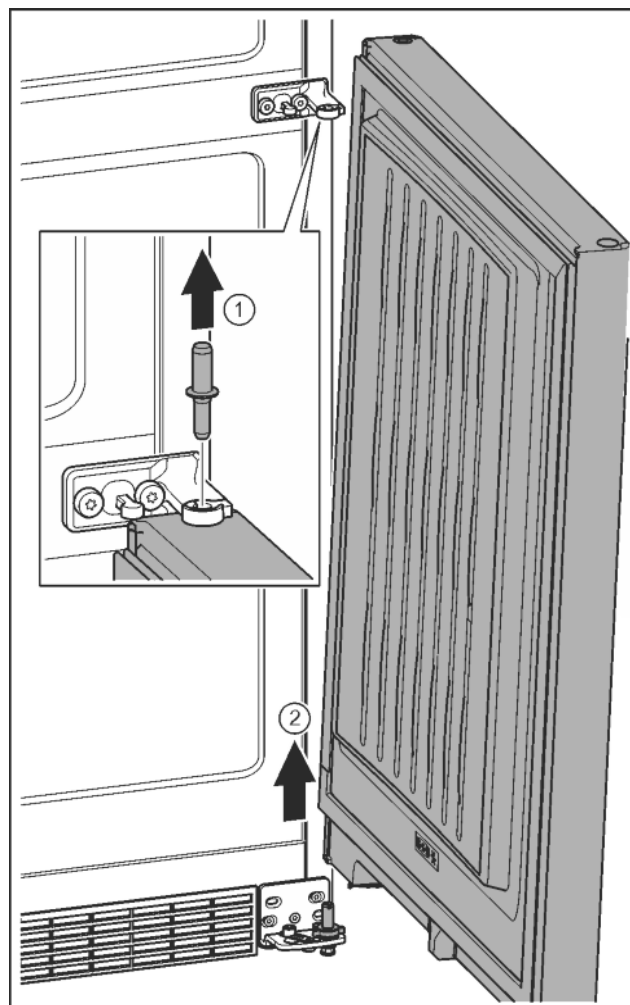

Fig. 11
- ▶ Sworznie wyjąć w górę. Fig. 11 (1)
- ▶ Drzwi wyjąć pociągając w górę, a następnie odstawić z boku. Fig. 11 (2)